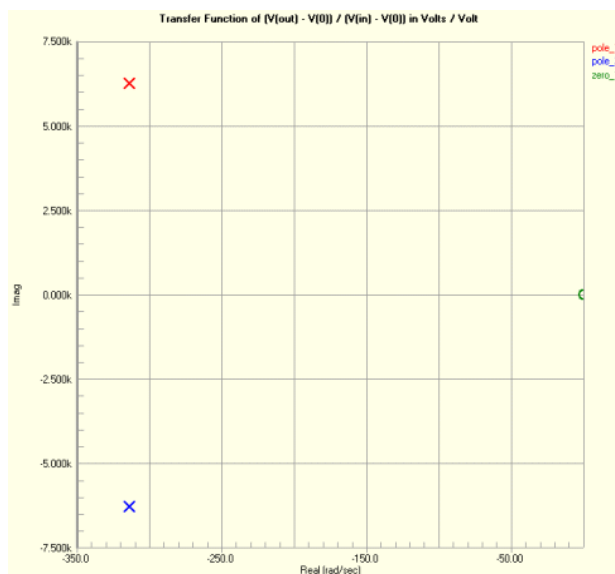

图 6.20 极点、零点分析结果
(6) 选择“Input”节点作为输入节点，“0”作为输入参考节点，“Output”作为输出节点，“0”作为输出参考节点，“V(output) / V(input)”作为传递函数，进行“Poles and Zeros”分析，结果如图 6.20 所示。